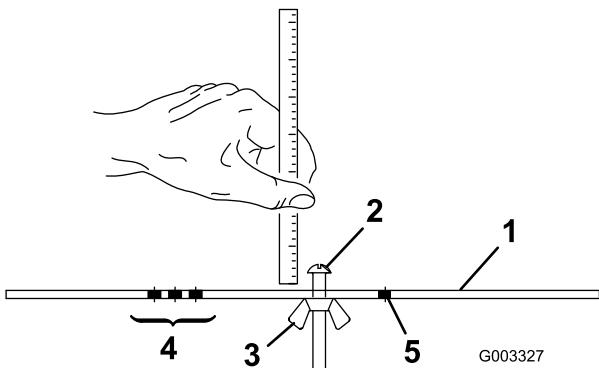

Figure 15
- Desserrez l'écrou du gabarit (Figure 15) et tournez la vis de réglage de manière à obtenir la hauteur de coupe voulue. L'écartement entre la base de la tête de la vis et la face du gabarit correspond à la hauteur de coupe.